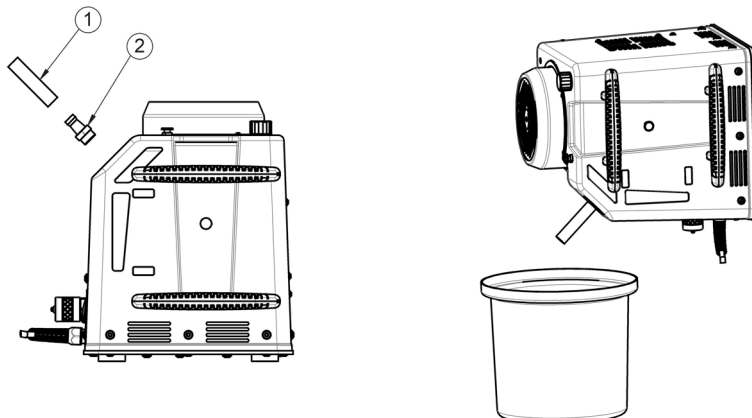

Рис. 6: Замена масла
- Удалите запорный винт и ввинтите резьбовую втулку 1/2" (рис. 6, 2) с силиконовым шлангом (рис. 6, 1) в отверстие бака (входит в комплект поставки).